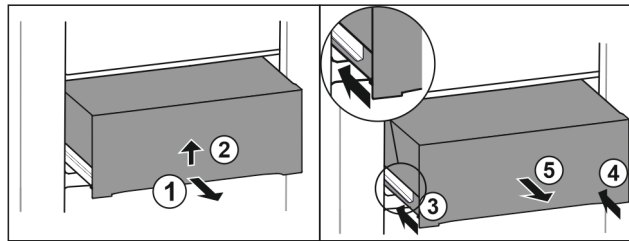

Fig. 39
- ▶ Lade er half uittrekken. Fig. 39 (1)
- ▶ Lade aan de onderkant optillen. Fig. 39 (2)
- ▶ Linker rail erin schuiven. Fig. 39 (3)
- ▶ Rechter rail erin schuiven. Fig. 39 (4)
- ▶ Lade naar voren toe verwijderen. Fig. 39 (5)